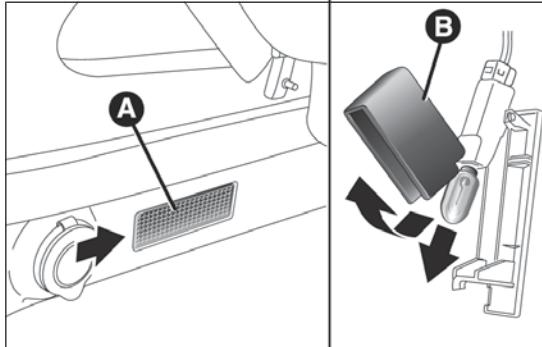

fig. 198
- aprire il bagagliaio ed estrarre la plafoniera A fig. 198 agendo nel punto indicato dalla freccia;